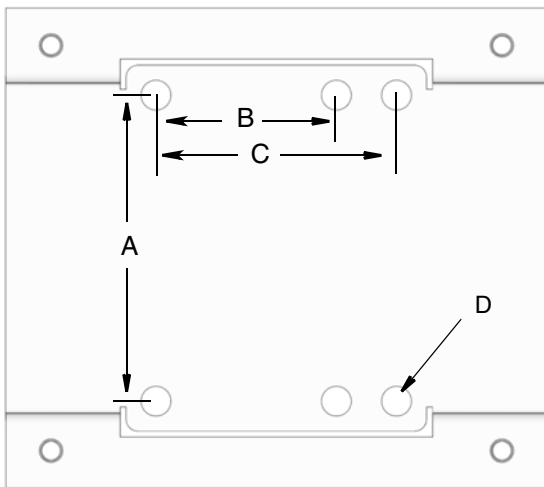

ABB. 6
- Löcher in die Befestigungsfläche bohren. Bodenplatte (103) als Schablone für die Position der Befestigungslöcher verwenden oder siehe ABB. 6 für Abmessungen.